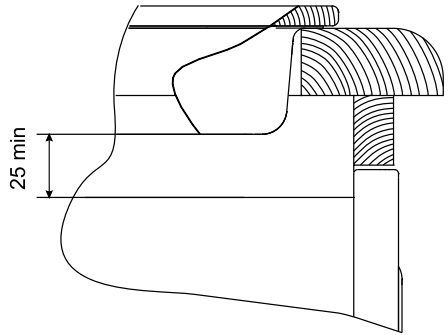

рис. 3
- При совместной установке варочной панели и духового шкафа необходимо учитывать выступ корпуса варочной панели из нижней части столешницы и выступ верхней части корпуса духового шкафа. Соприкасание не допускается. Рекомендуемый воздушный зазор не менее 25 мм (см. рис. 3).